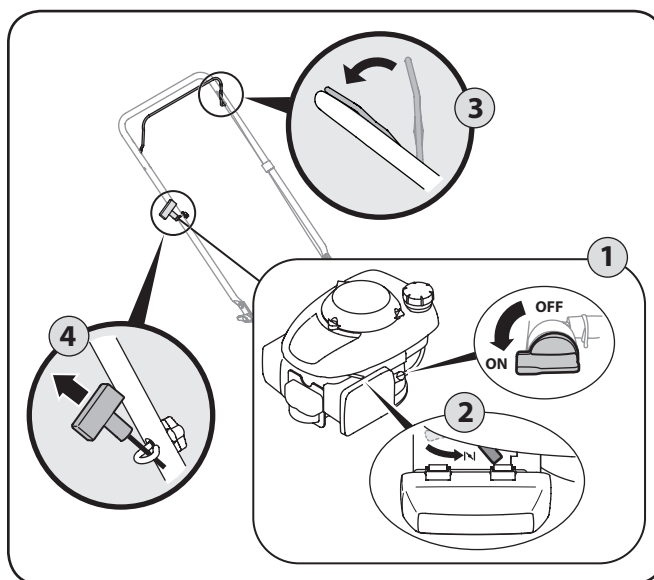

Figure 5-2
1. Coloque la palanca de la válvula de combustible (de ser equipado) en el lado izquierdo del motor en la posición de ON. Vea el inserto de Figure 5-2.
4. Sostenga firmemente las dos manijas juntas, tome la manija del arrancador de retroceso y tire de la cuerda para sacarla con un movimiento del brazo rápido, continuo y total. Vea Figure 5-2. Mantenga firme la manija del arrancador, deje que la cuerda regrese lentamente al arrancador. Repita hasta que el motor esté en marcha. Deje que la cuerda se vuelva a enrollar lentamente.